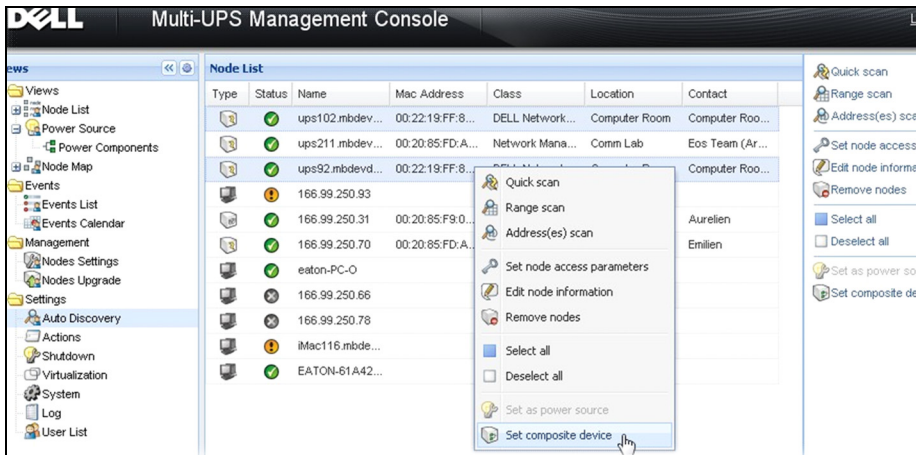

Abbildung 82. Auswählen von „Set Composite Device“ (Verbundgerät festlegen) für Knoten
- 3 Klicken Sie auf **Set composite device** (Verbundgerät festlegen) (siehe Abbildung 82).